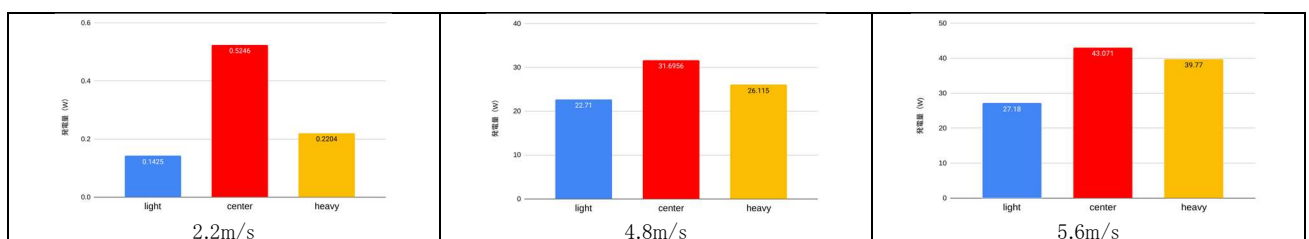

図5 質量・風速による発電量の変化
- (c) **質量の変化による比較(図5)**: 質量の違いによる発電量の違いが現れた。どの風速においてもcenterが最も発電量が大きかった。